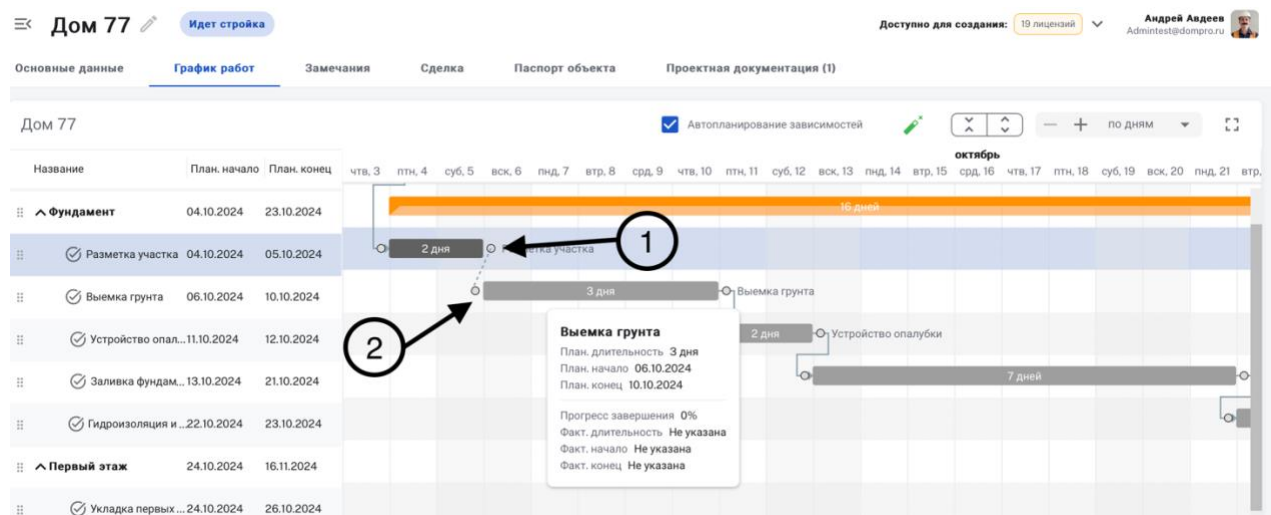

Рисунок 39 - Создание связи Финиш-старт
Для создания зависимости типа «Финиш-Старт» между работой предшественником и последователем необходимо захватить за правый край (1) работы на графической части диаграммы Ганта и не отпуская левой клавиши мыши поднести к старту (2) работы последователя Рисунок 39.